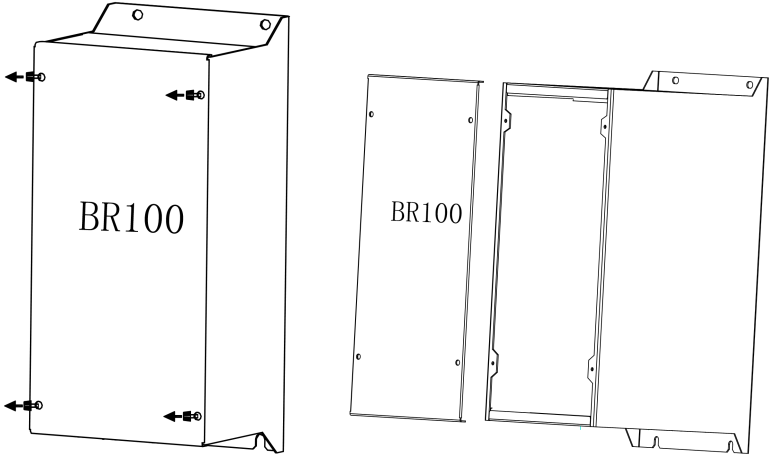

图 5-1 拆卸面板
- 取下面板上的固定螺钉，照箭头所示的方向掀起面板，如图 5-1 所示。